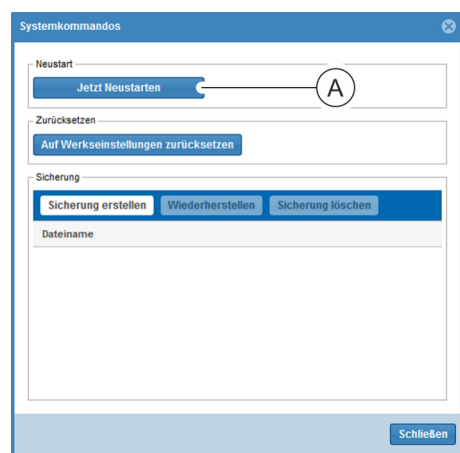

Abb. 183: Fenster "Systemkommandos"
3. ➤ Schaltfläche „Jetzt Neustarten“ anklicken (Abb. 183/Ⓐ).